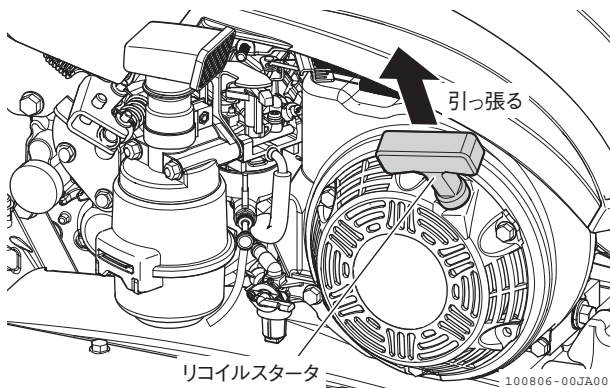

図 2-21 リコイルスタータ
2. リコイルスタータを引っ張ります。エンジンが始動したら、リコイルスタータをゆっくりと元に戻します。(図 2-21)